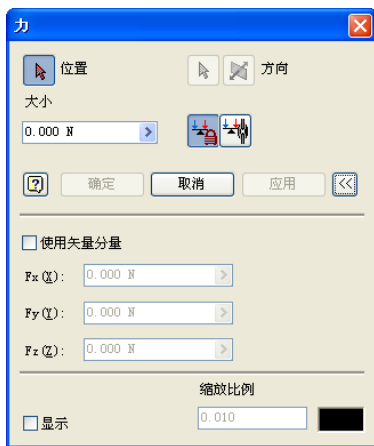
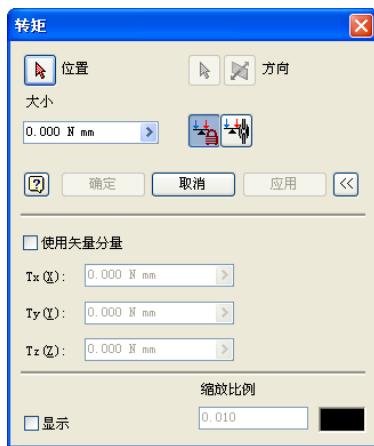

图 13-34 “力”对话框
图 13-35 “转矩”对话框
(1) 单击【运动仿真】标签栏【加载】面板上的【力】工具按钮，打开“力”对话框，如图 13-34 所示。如果要添加转矩，则单击【转矩】按钮，打开“转矩”对话框，如图 13-35 所示。